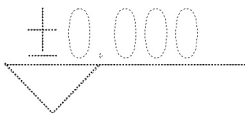

图 3.101 选择制作“标高”图块的对象
(3) 选择如图 3.101 所示的标高图形和属性作为需要定义为块的对象。